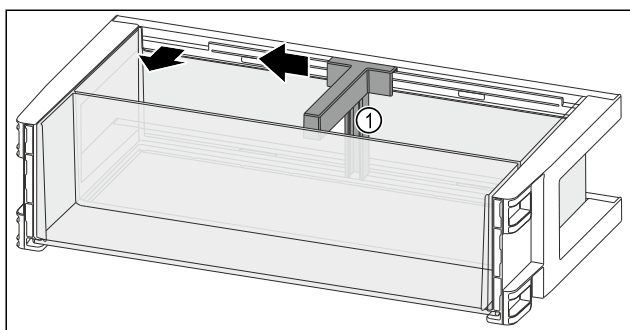

Fig. 114
- Potlačte držiak fliaš Fig. 114 (1) až k vybraniu do strany.
- Odoberte držiak fliaš Fig. 114 (1).